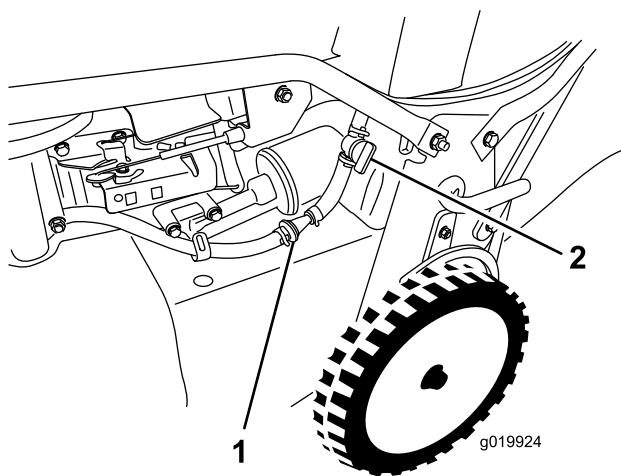

Рисунок 35
3. Закройте отсечной топливный кран (Рисунок 35).
4. Снимите топливный фильтр (Рисунок 35) с топливного трубопровода, ослабив хомуты трубопровода с обеих сторон топливного фильтра.